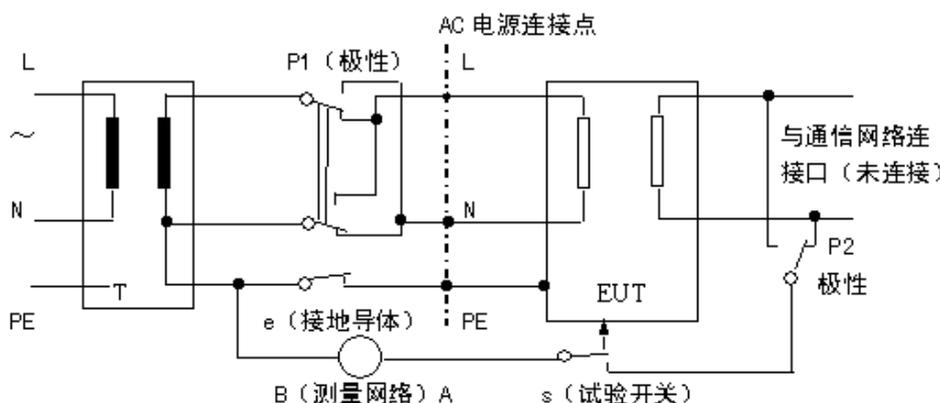

图 6 单相设备接触电流试验电路
- (2) 测试参数： $U_2$  电压，通过公式（1）或（2）计算接触电流；
- (3) 试验应倒换样品电源极性（P1）：正向或倒向，见图 6；
(4) 试验应有接地导体开关 e: 接通或断开, 见图 6;
(5) 测试程序:
- 对有保护接地连接或功能接地连接的设备, 测试网络 (图 1) 的 A 端应通过测量开关 “s” 连接到 EUT (受试设备) 的试验样品接地端子上, 接电导体开关 “e” 打开, 见图 6;
- 试验还应在所有的设备上, 测试网络 (图 1) 的 A 端应通过测量开关 “s” 依次连接到每个不接地的或非导电的可触及零部件上和每个不接地的可触及电路上, 接电导体开关 “e” 关闭, 见图 6。